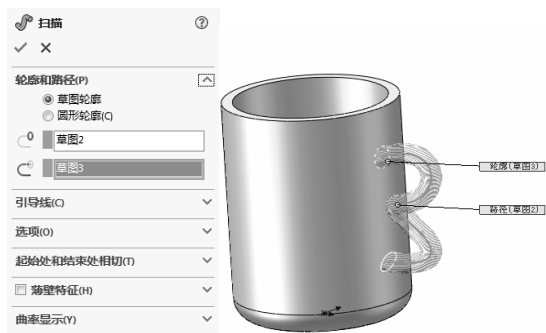

图 5-57 “扫描”属性管理器
3) 系统弹出“扫描”属性管理器，同时在右侧的图形区中显示生成的扫描特征，如图 5-57 所示。